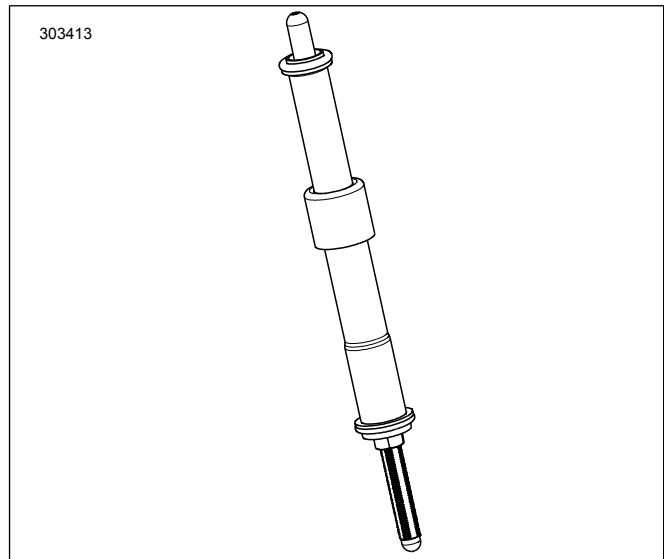

図2. プッシュロッドカバーに取り付けたプッシュロッド
7. 図2インテークプッシュロッドをプッシュロッドカバーに取り付けます。